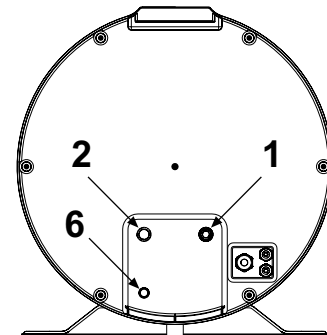

Abb. 54
- Schließen Sie die Kaltwasserzulaufleitung und die Ablaufleitung an die entsprechenden Anschlussstellen an (Abb. 54).